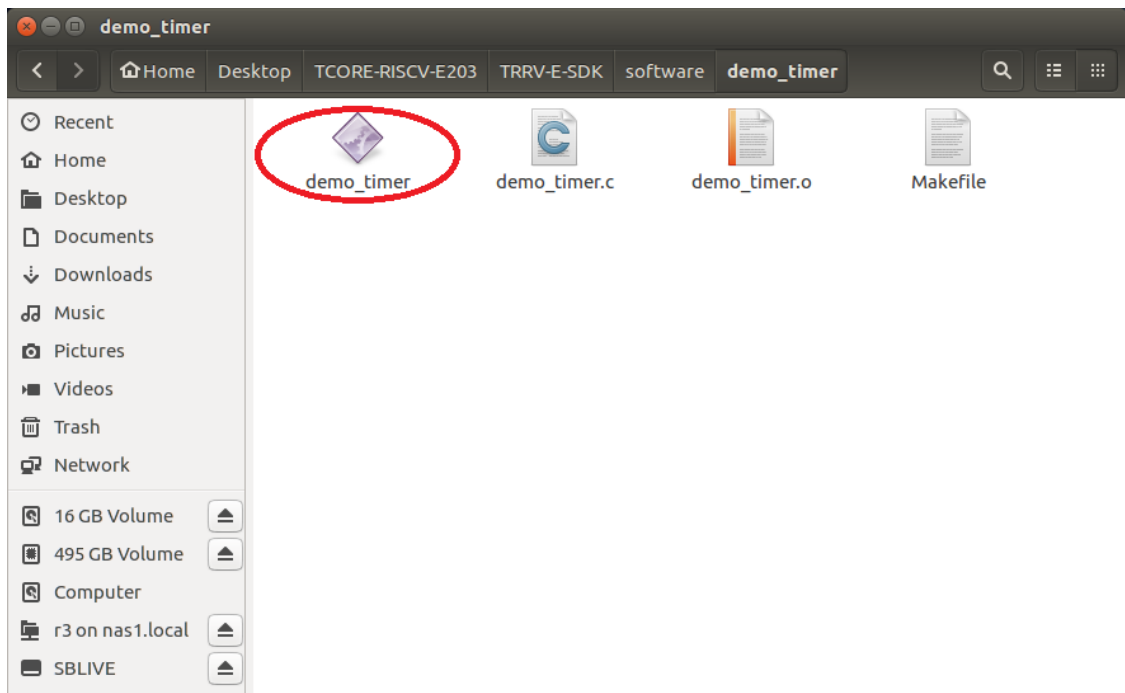

图4.1.2 编译生成二进制文件
2. 工程编译完成之后，可以看到在 "demo_timer" 文件夹下生成了可执行文件 "demo_timer"，如图 4.1.2 所示。